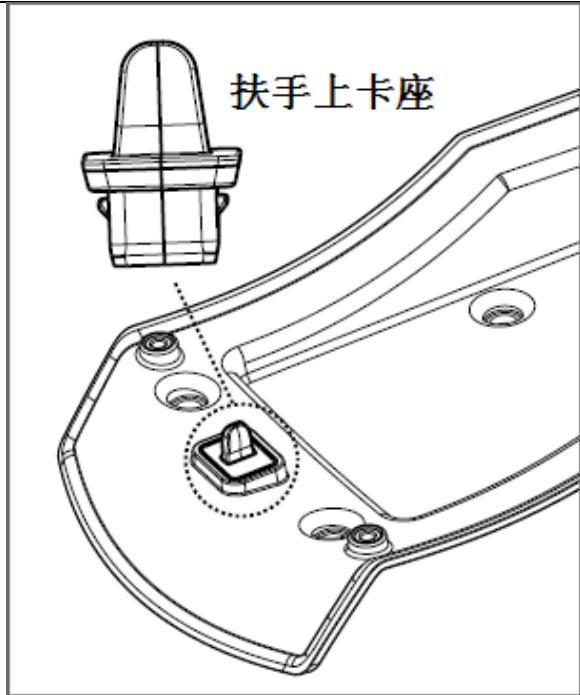

图 1.6.23 副仪表板扶手上卡座的拆卸
- (5) 从副仪表板扶手内板取出扶手上卡座, 如图1.6.23所示;